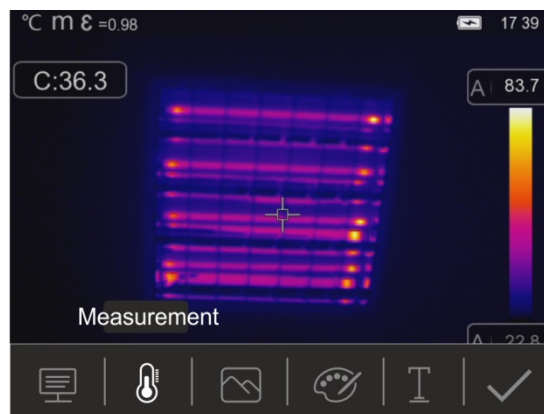

Fig. 44: Guardar imagem
3. Clique no símbolo "🔔" para definir o valor do limite superior associado ao alarme. A imagem da Fig. 44 - lado esquerdo é mostrada no dispositivo
5. Clique no símbolo "🔔" para definir o valor limite inferior associado ao alarme. A imagem da Fig. 44 - lado direito é mostrada no dispositivo